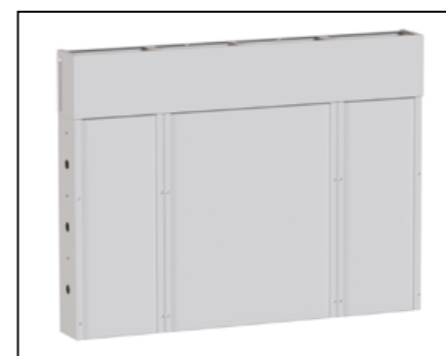

Рис. 60
4.1. Извлечь верхний модуль СБ [1] из упаковки (рис. 60).